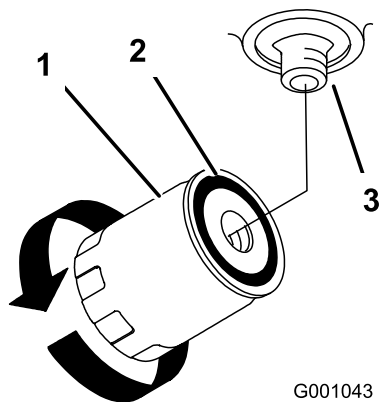

Figura 43
4. Localice el filtro debajo de la base del motor y coloque un recipiente de vaciado debajo del filtro (Figura 43).
5. Retire el filtro usado y limpie con un paño la superficie de la junta del adaptador del filtro (Figura 43).
9. Cuando el filtro hidráulico esté lleno, gire el filtro en sentido horario hasta que la junta de goma entre en contacto con el adaptador del filtro, luego apriete el filtro $\frac{1}{2}$ vuelta más (Figura 43).